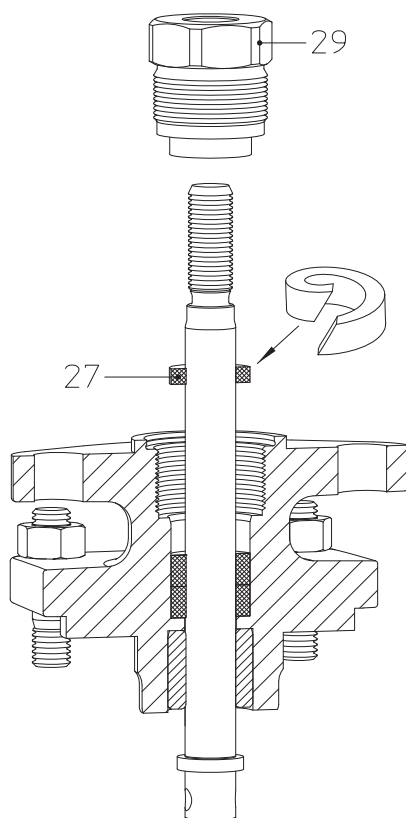
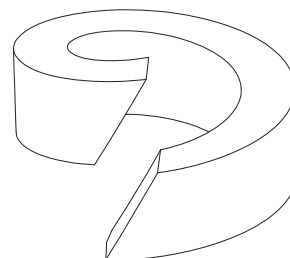

Fig. 10: Grafitpakning DN15-100
Fig. 13: Delt pakring
- Indsæt en ny pakring (pos. 27) indbygningen foretages som vist på fig 10 - fig. 13.
Der benyttes en delt pakring, ved tilskæringen skal man sørge for et skråt skæreforløb som vist på fig. 13.